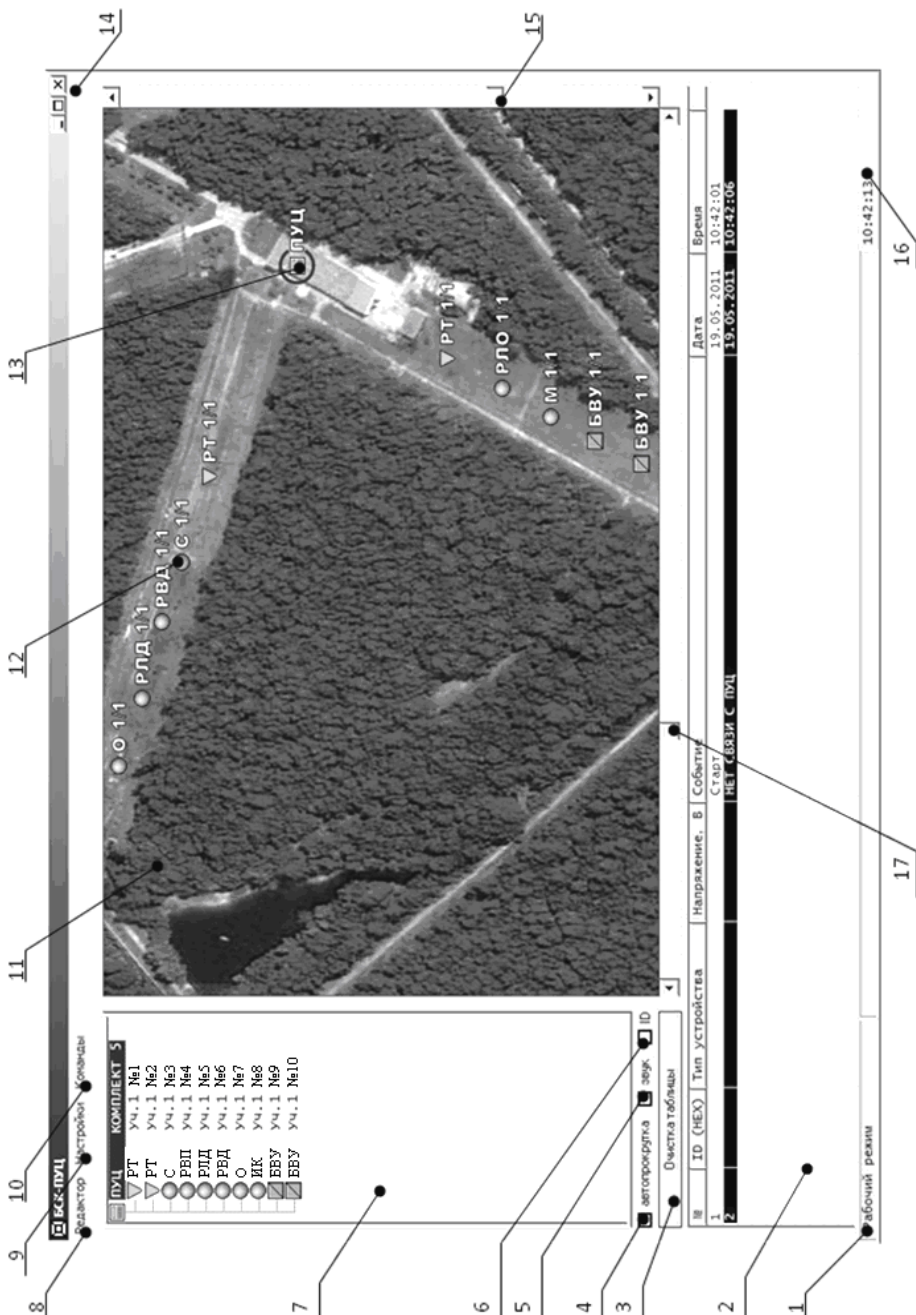

Рисунок 1.1 – Окно «БСК-ПУЦ»
1.3.2.1 Окно программы «БСК-ПУЦ», рисунок 1.1, содержит: